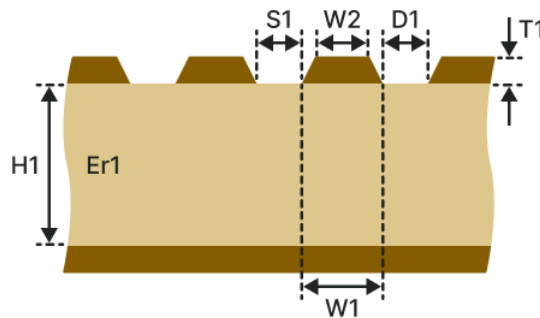

Рис. 175 Копланарная дифференциальная микрополосковая ЛП с опорным слоем (КДМОС-1Н)
- Копланарная дифференциальная микрополосковая ЛП с опорным слоем (КДМОС-1Н), см. Рис. 175.